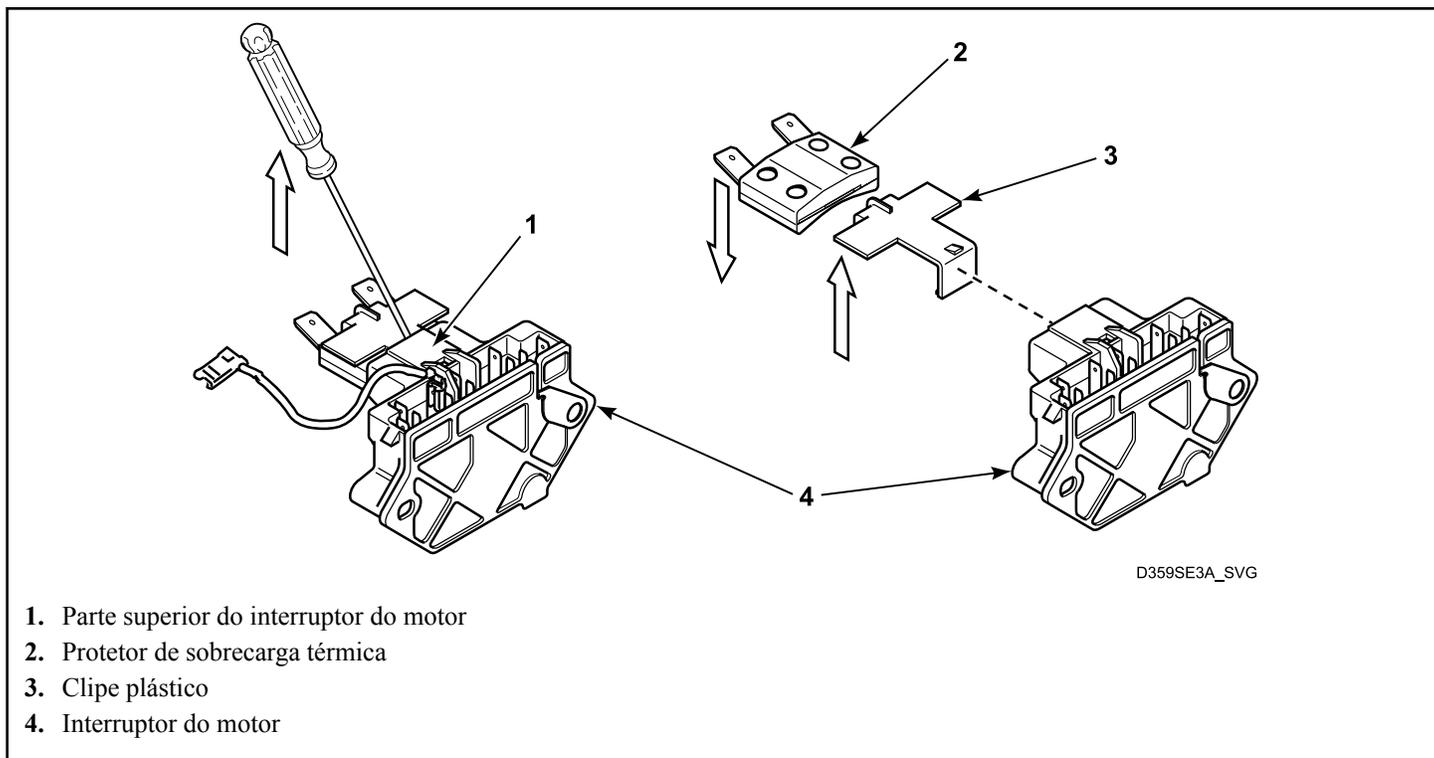

Figura 10
- b. **Motor com interruptor na ponta da polia.** Pressione a ponta de uma chave de fenda pequena na fenda localizada entre a parte superior do interruptor do motor e o clipe plástico. Erga o cabo da chave de fenda até que o clipe e a proteção térmica de sobrecarga sejam desconectados do interruptor do motor. Consulte a *Figura 10*.